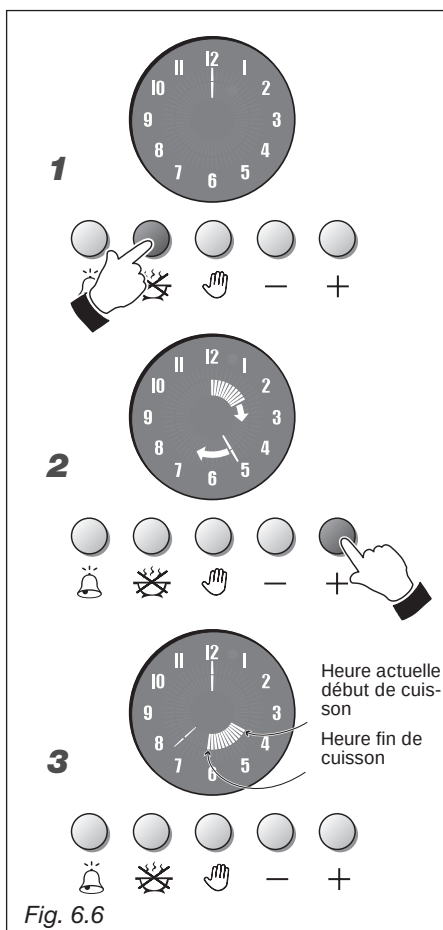

Fig. 6.6
CUISSON SEMI-AUTOMATIQUE (fig. 6.6)
1. Fig. 6.6 - Pour programmer le temps de cuisson (max. 6 heures) appuyer sur la touche . Les aiguilles de l'horloge doivent s'éteindre et doit s'allumer une aiguille sur le 12.
2. Fig. 6.6 - Avant que 7 secondes ne s'écoulent, appuyer sur la touche . Une aiguille lumineuse (comme celle des minutes et des secondes) doit s'allumer. Chaque segment d'augmentation indique une minute. En outre toutes les 12 minutes, est allumé un segment interne (5 segments équivalent à une heure). En cas de dépassement de la durée voulue, appuyer sur la touche  pour obtenir le réglage voulu.
3. Fig. 6.6 - Au bout de 7 secondes, les segments internes allumés, se positionnent sur l'heure actuelle pour indiquer la période de cuisson programmée.